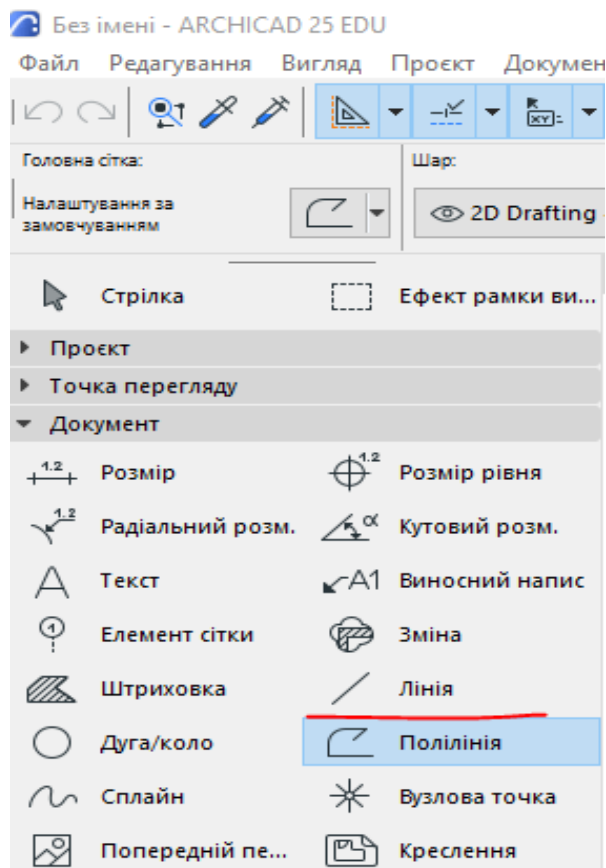

Рисунок 2.1 – Двомірні елементи креслення ArchiCAD
2.1.1 Лінії. В ARCHICAD можна створити наступні прямолінійні та криволінійні 2D-елементи за допомогою різних інструментів та геометричних варіантів (рис.2.1):